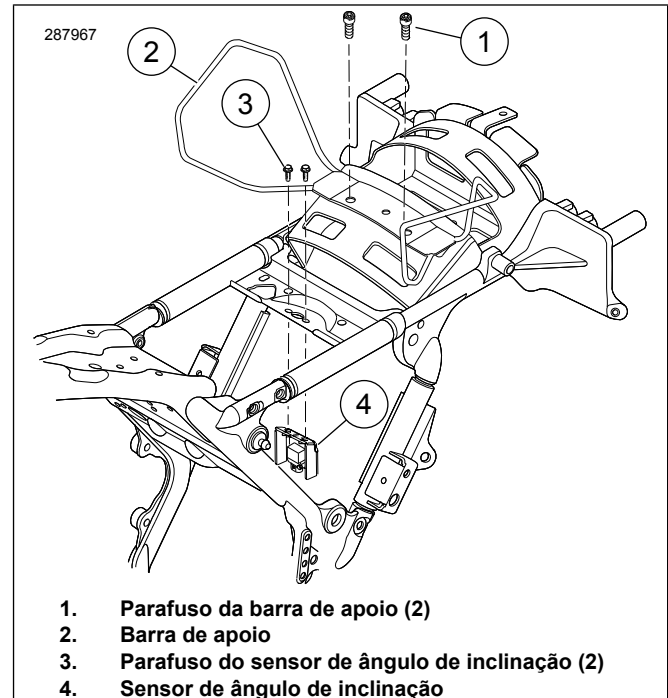

Figura 1. Remova os parafusos do sensor de ângulo de inclinação
5. **Se estiver equipado com uma barra de apoio:** Veja Figura 1. Remova os parafusos da barra de apoio (1) e descarte-os.
7. **Modelos anos 2009 – 2018:** Remova os parafusos (3) que prendem o suporte de BAS (4).